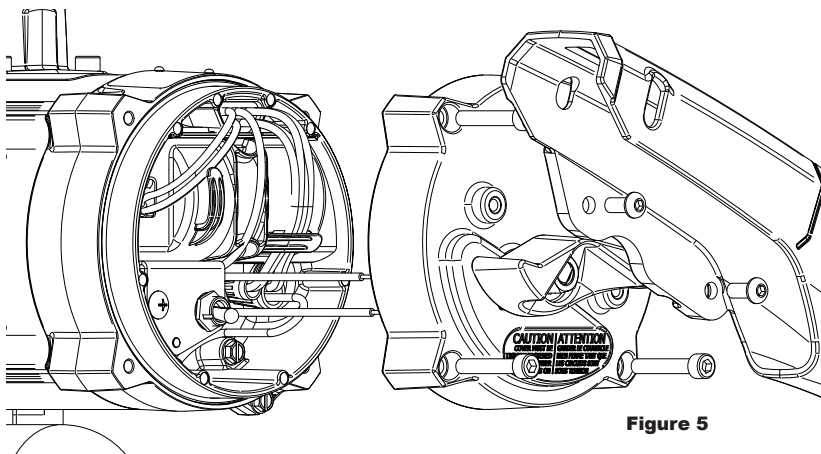

Figure 5
1. Retirez le couvercle électrique (voir figure 5). Installez le conduit et le câble provenant de la source d'alimentation vers la boîte de jonction de la pompe. Le câblage doit être conforme aux exigences de Classe I, Division 1 du code électrique national en vigueur. Veuillez noter que les fils conducteurs sont scellés en usine pour isoler le moteur de la boîte de jonction.